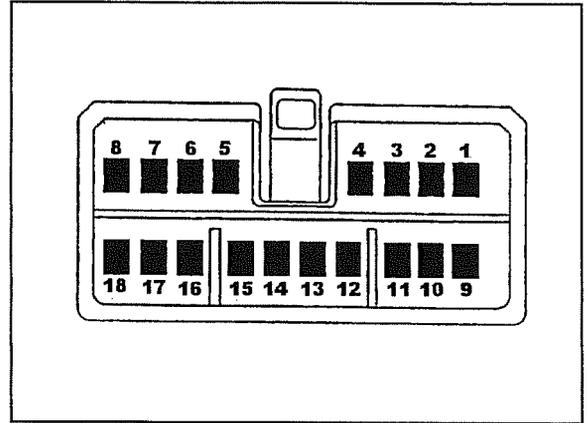

Abb. 46
2. Mit dem Zünd-Anlaßschalter die Stromversorgung einschalten und die Abb. 46 zur Numerierung des Vielfachsteckers der Steuerung beobachten, um dann mit dem Testgerät die folgenden Messungen auszuführen: